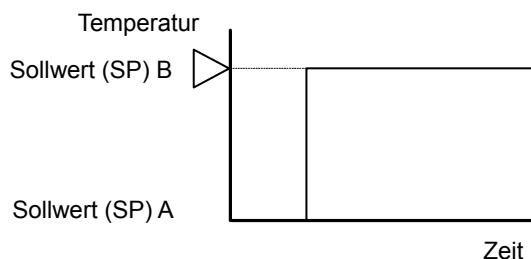
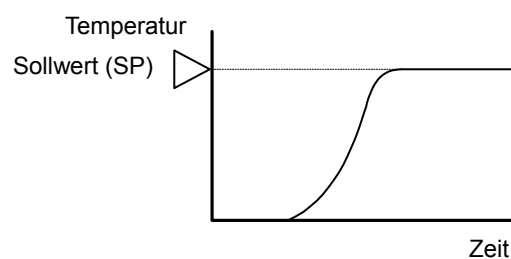
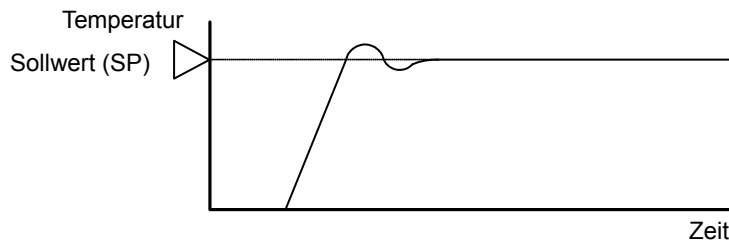

Abb. 1. Ideale Temperatursteuerung
Abb. 2. Optimale Temperatursteuerung
Abb. 4. Die Temperatur steigt rasch an, doch die Steuerung stabilisiert sie nach anfänglichem Überschwingen und Unterschwingen.
Die ideale Temperatursteuerung, wie sie in Abb. 1 dargestellt ist, regelt die Temperatur entsprechend dem eingestellten Sollwert (SP), und zwar unabhängig von etwaigen Störeinflüssen. Es sollte weder zu einer Überschwingung noch zu einer Ansprechzeitverzögerung kommen, bis der eingestellte Sollwert (SP) erreicht ist.
In Wahrheit ist es fast unmöglich, die in Abb. 1 auf der vorhergehenden Seite gezeigte ideale Temperatursteuerung zu erreichen, weil es eine Anzahl komplexer Störfaktoren gibt, wie zum Beispiel die Wärmekapazität, die statischen Eigenschaften, die dynamischen Eigenschaften oder andere Störeinflüsse. Abb. 2 wird als optimales Ergebnis einer Temperatursteuerung angesehen. Abhängig von Aufgabenstellung und Einsatzbereich ist in einigen Anwendungsfällen eine Überschwingunterdrückung erforderlich, selbst wenn die Temperatur, wie in Abb. 3 dargestellt, nur sehr langsam ansteigt. Bei manchen Temperatursteuerungsanwendungen muss die Temperatur durch rasches Anheben der Temperatur so rasch wie möglich stabilisiert werden, selbst wenn dabei, wie in Abb. 4 dargestellt, eine Temperaturüberschwingung erzeugt wird. Im Allgemeinen jedoch wird Abb. 2 als optimale Temperatursteuerung betrachtet. Das PID-Modul hebt die Prozessvariable (PV) so rasch wie möglich auf den Sollwert (SP) an, um die Prozessvariable (PV) am Sollwert (SP) zu stabilisieren, damit eine optimale Temperatursteuerung ermöglicht wird. Wenn die Temperatur durch plötzliche Störungseinflüsse schwankt, reagiert das PID-Modul auf diese Schwankungen in kürzest möglicher Zeit und versucht, die Temperatur so rasch wie möglich zu stabilisieren.